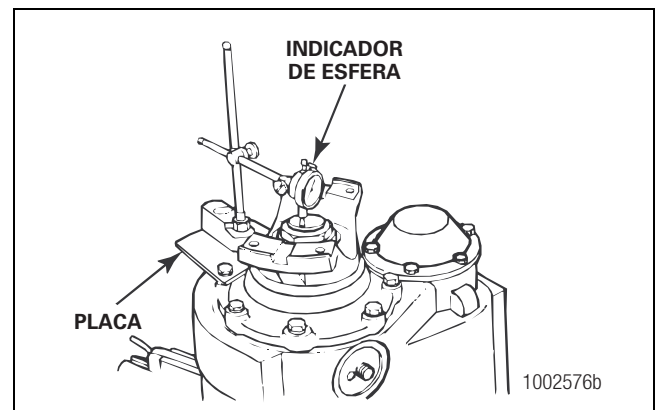

Figura 5.85
- B. Use un indicador de esfera con una base magnética o con una abrazadera de sujeción C para inspeccionar el juego axial del cojinete de entrada. Verifique que el indicador o buzo esté contra la parte superior del eje impulsor. Ponga el indicador de esfera en CERO. Figura 5.85.